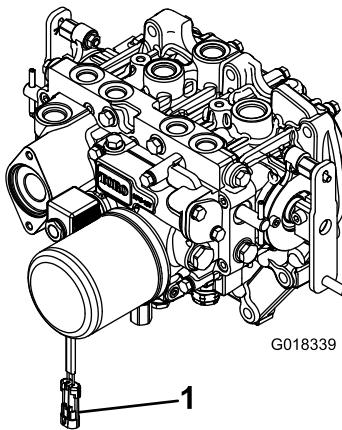

Figura 4
2. Para evitar que se engrane accidentalmente el embrague de la TDF, desconecte el conector eléctrico del arnés de cables del conector de la bobina de la válvula del solenoide de la TDF (Figura 4).
8. Despues de conectar el otro extremo del árbol de transmisión al eje de la caja de engranajes del accesorio, conecte el conector eléctrico del arnés de cables al conector de la bobina de la válvula del solenoide de la TDF (Figura 4).